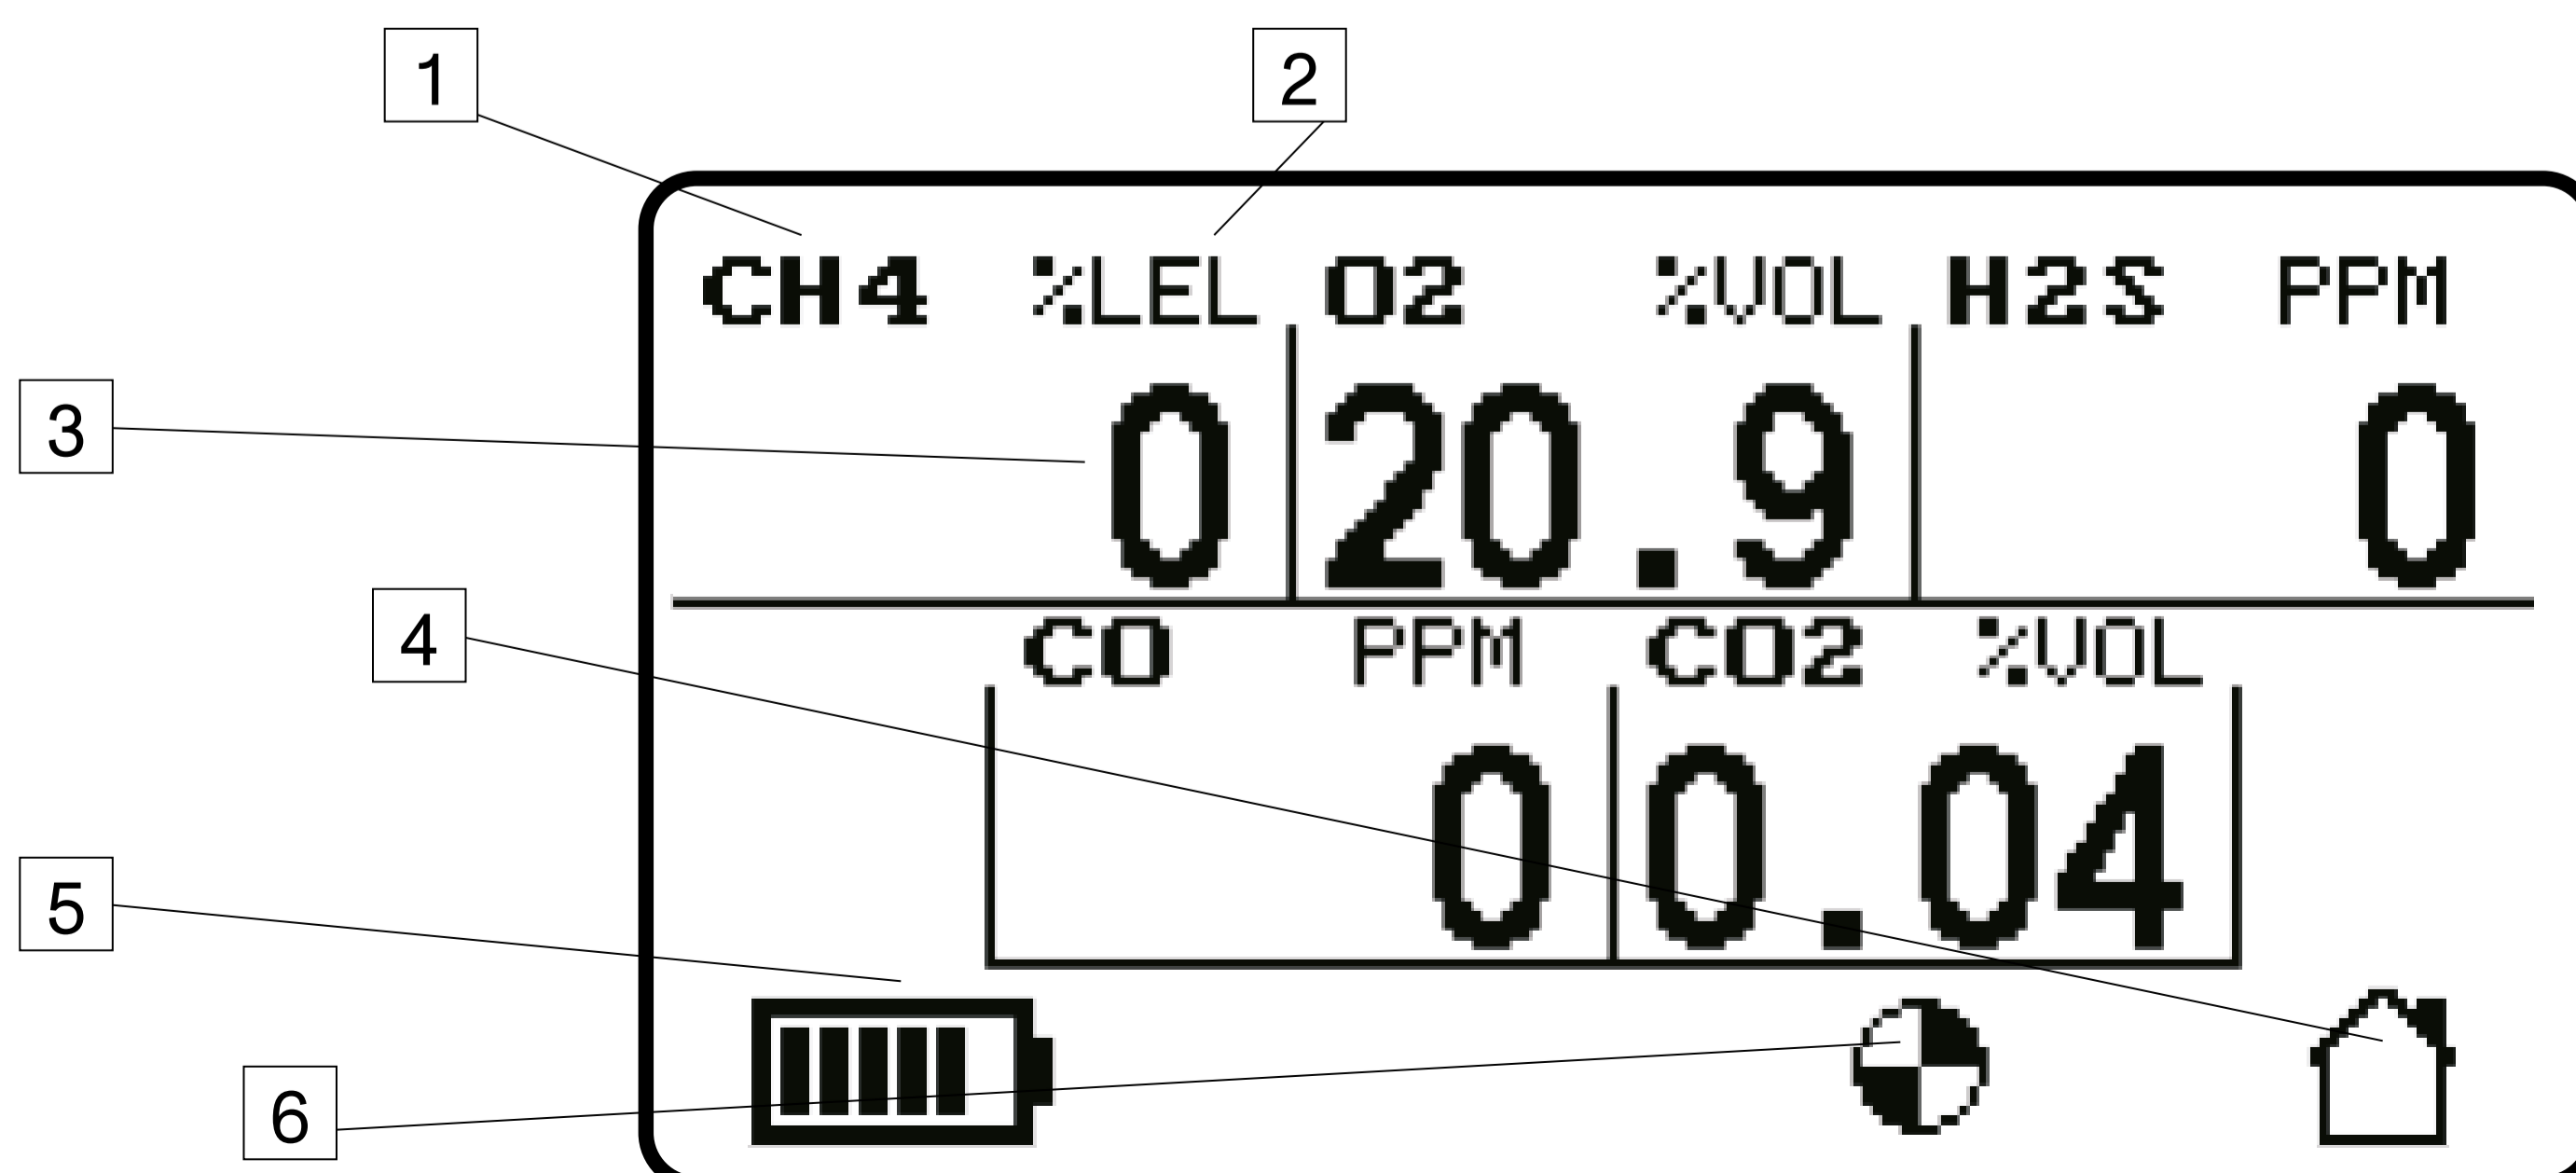

Figura 12:
Quando l'autozero è terminato o è stato saltato, la schermata successiva è la schermata iniziale (Figura 12) che mostra i livelli di gas. La schermata successiva nell'edizione Gas-Pro TK di Gas-Pro è la schermata Controllo serbatoio. Consultare il capitolo sulla Modalità controllo serbatoio (vedere Capitolo 2.9 a pagina) per maggiori informazioni.
- La Figura 12 illustrata qui sotto è per 5 gas in aria pulita.